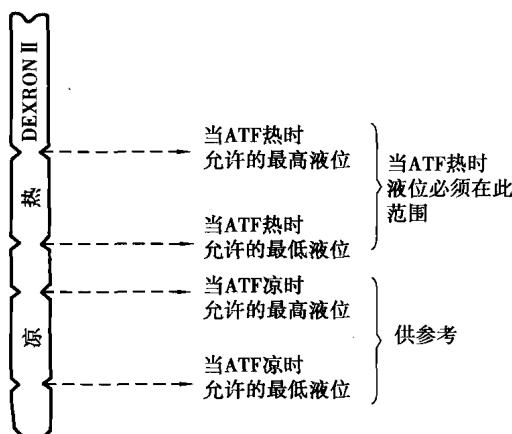

图 1.18 油尺检查油位
- ①行驶被检车辆,使发动机和变速器达到正常工作温度(50 ~ 90 ℃);
- ②将车辆停放于水平路面,采取驻车制动,将换挡手柄推至 N 位后启动发动机;
- ③使发动机保持怠速运转,将操纵手柄依次推入所有位置,并在每一个位置上停留片刻,最后将手柄推至 P 位;
- ④从自动变速器加油管中拉出油尺,用干净的纸或布擦拭干净后再将油尺放回套管,注意油尺插入要到位;
- ⑤拉出油尺检查油位是否在正确位置,如图 1.18 所示,液面过高或过低都不允许。